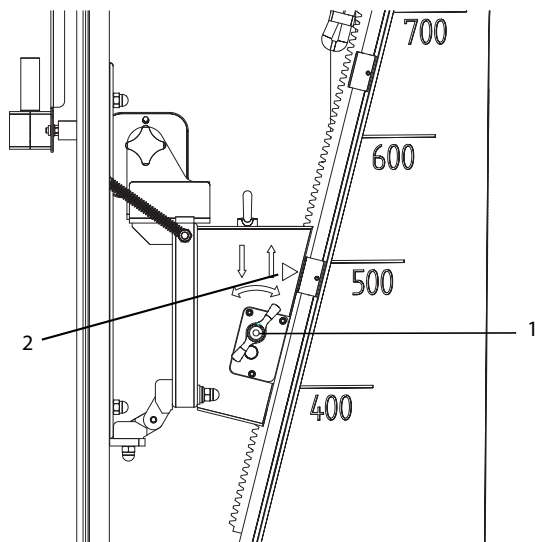

Fig. 9: Przesuwanie w górę
2. Ustawić pokrętkę zwalniającą blokadę pionową do dołu (przekręcić w lewo). Patrz także rys. 9.